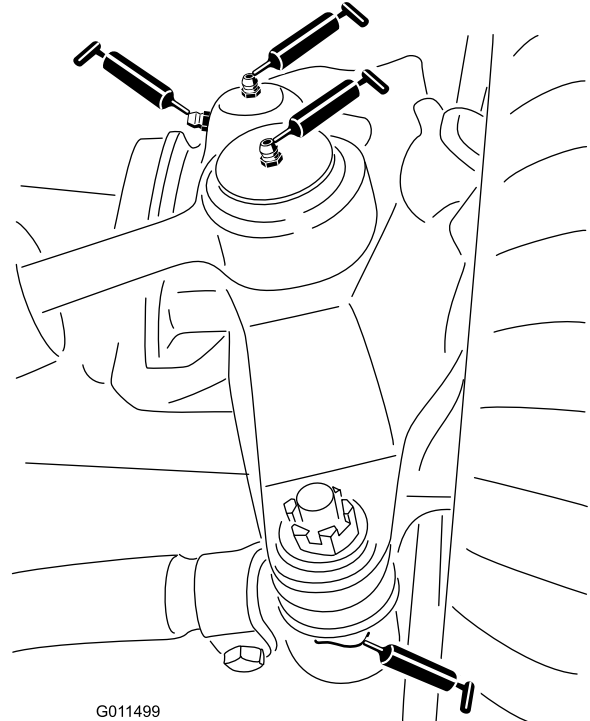

Figure 39
- Rotules de vérin de direction (2) (Figure 39)
- Rotules de biellettes (2) (Figure 39)
- Bagues de pivots de fusées (2) (Figure 39).